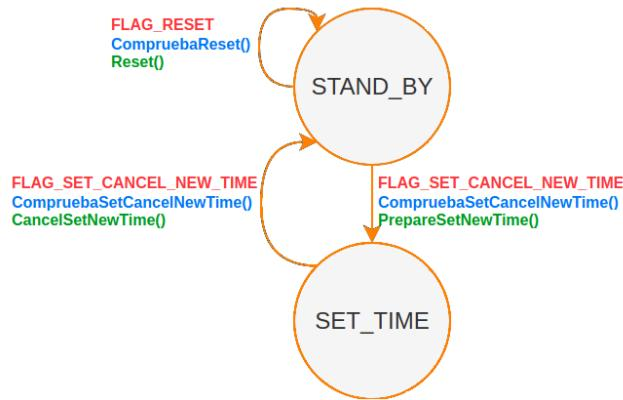

Figura 4.6: Reset, set-cancel nueva hora. Segunda aproximación funcional de la *FSM coreWatch*
Vamos a centrarnos en las tres transiciones de la Figura 4.6. Si prefiere codificar y probar de una en una, hágalo así, si se siente más seguro.
17. Añada en `fsmTransCoreWatch` —bajo de las transiciones implementadas anteriormente— las tres transiciones de la Figura 4.6 (`EstadoOrigen`, `FuncionDeComprobacion`, `EstadoDestino`, `FuncionSiTranscion`). No olvide que, en la última línea, siempre debe quedar -1, `NULL`, -1, `NULL`, que le indica a `fsm_fire` que es el final de la tabla.